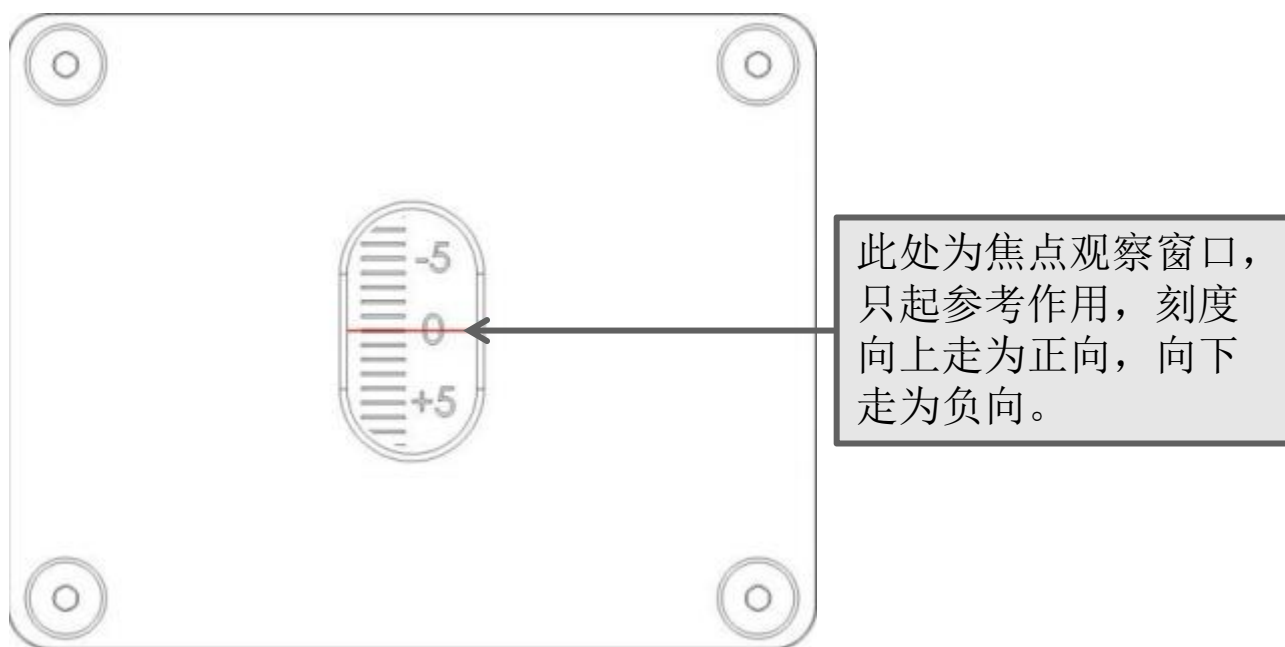

图3.5
- ② 设置好参数后，直接复位，通过窗口观察焦点是否在运动，如下图3.5所示：